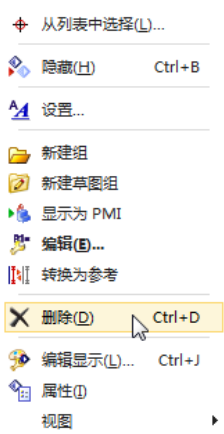

图 5-78 弹出菜单
(3) 在图 5-77 所示的草图中，选择所有已经标注的尺寸并单击鼠标右键，打开图 5-78 所示的弹出菜单。
(4) 在图 5-78 所示菜单中，单击“ 删除”，删除所有选中的尺寸标注，如图 5-79 所示。